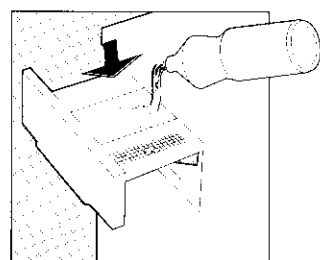

Fig. 13
N.B. Si vous désirez un lavage avec un détergent liquide (conseillé pour des programmes sans pré-lavage), insérez le conteneur spécial faisant partie de l'équipement de la machine (Fig. 13) dans le compartiment central du bac à produits et suivez les indications reportées sur le conditionnement.